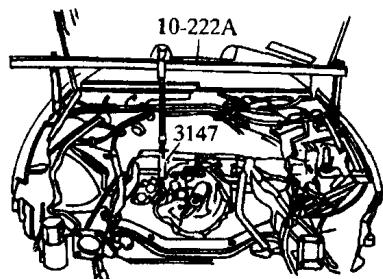

图 1-16
(16) 用支撑架 10-222A 固定在挡泥板边缘上，把变速器挂钩 3147 挂在变速器壳体的螺栓孔内，如图 1-16 所示。